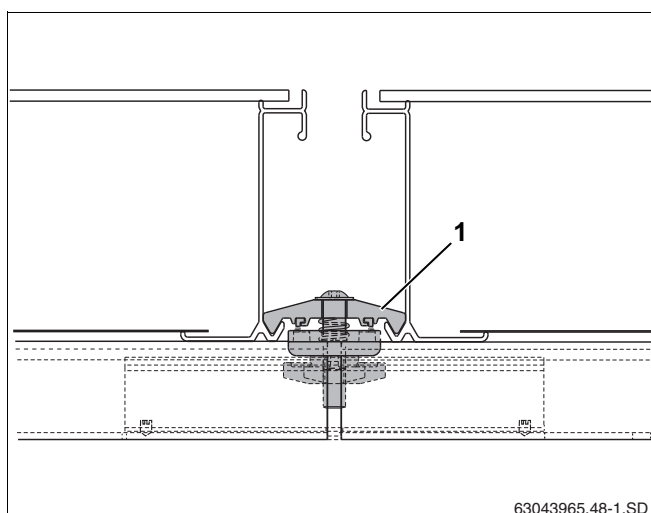

Fig. 48 Dobbeltsidet opspændingsanordning mellem to solfangere
Opspændingsanordningens nedholder (fig. 48, **pos. 1**) griber nu ind i den nederste solfangerkant.